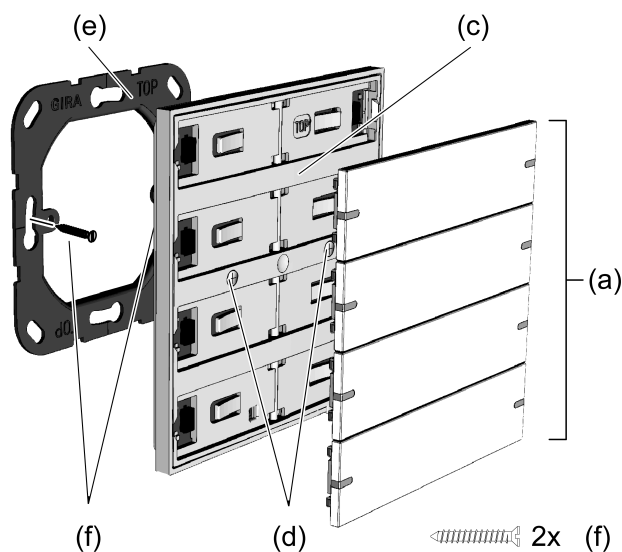
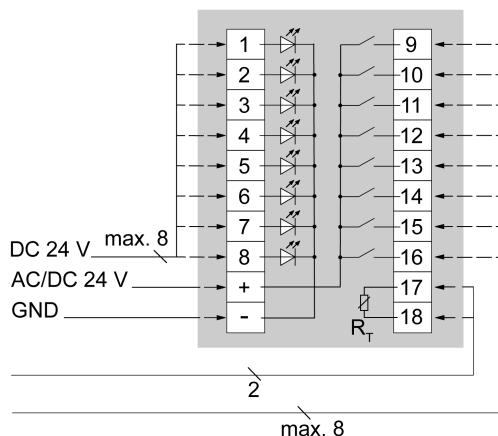

Figura 2: Montaggio dell'apparecchio
Figura 3: Collegamento sensore a pulsante quadruplo
## Esploso (Figura 2)
#### Montaggio e collegamento dell'apparecchio (Figura 2), (Figura 3)
- Collegare il sensore a pulsante (c) come in (Figura 3)